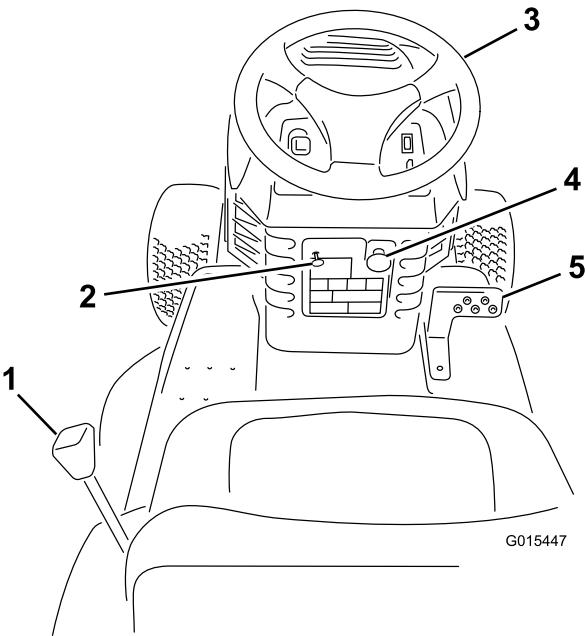
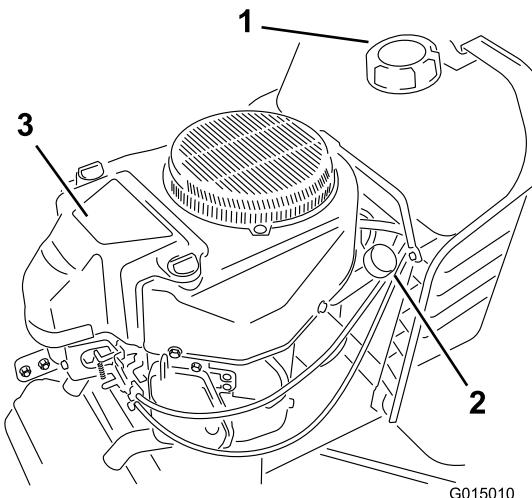

Figure 4
Figure 6
Avant de mettre le tracteur en marche et d'utiliser la machine, familiarisez-vous avec toutes les commandes (Figure 4 à Figure 6).
Ils sont commandés par un interrupteur marche/arrêt sur le tableau de bord (Figure 4). Les phares ne fonctionnent que lorsque le moteur tourne et que l'interrupteur est en position de marche.
3. Tirez la commande de starter (Figure 4).